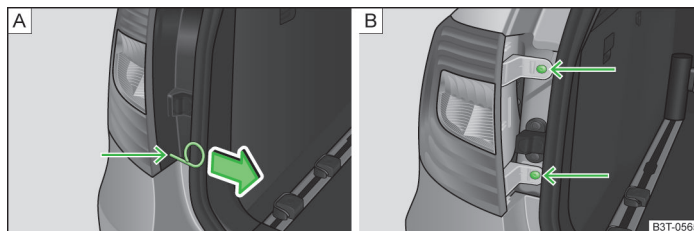

Abb. 211 Abdeckung/Leuchte ausbauen
- › Den Bügel zum Abziehen der Radvollblenden » Seite 230, Bordwerkzeug in die Bohrung an der mit dem Pfeil gekennzeichneten Stelle stecken » Abb. 211 - [A].
- › Die Abdeckung in Pfeilrichtung abziehen » Abb. 211 - [A].
- › Die Leuchte mit dem Schlüssel aus dem Bordwerkzeug abschrauben » Abb. 211 - [B].